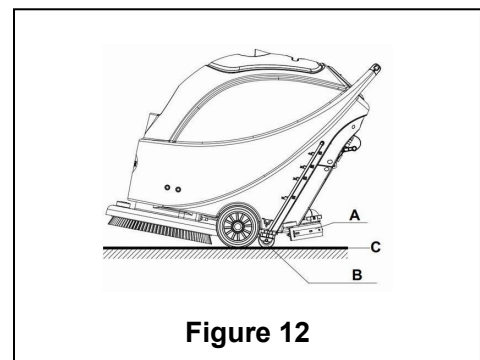

Figure 12
12. Utilisez la poignée de levage de la raclette (14) pour soulever la raclette.
13. Saisissez le guidon (2) et inclinez légèrement la machine vers l'arrière jusqu'à ce que la roue de guidage (B) touche le sol. Voir Figure 12.